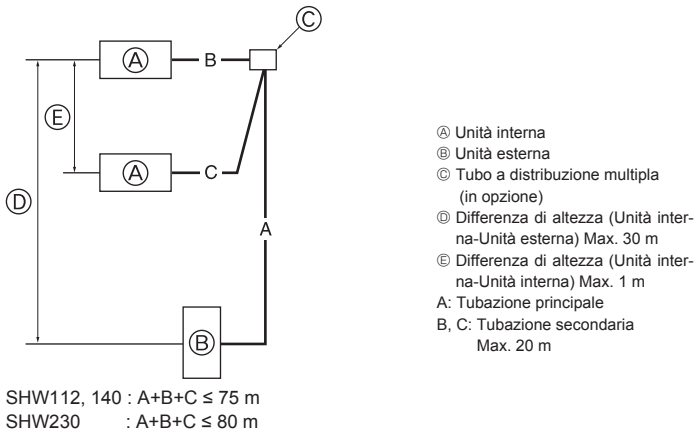

Fig. 4-9
4.7. Per combinazione doppia/tripla/quadrupla (Fig. 4-9) (solo per condizionatori d'aria)